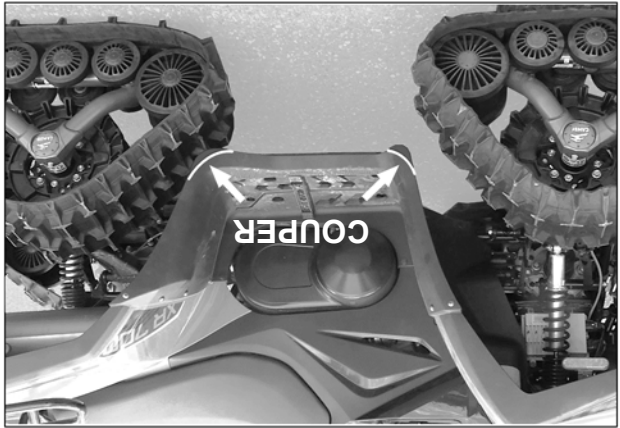

Fig. 29
4. Pour éviter tout contact possible entre les systèmes de traction et les marche-pieds du véhicule, les coins extérieurs des marche-pieds doivent être modifiés (découper). Cette modification permettra d'éviter tout dommage au véhicule ou aux systèmes de traction. Voir Fig. 29